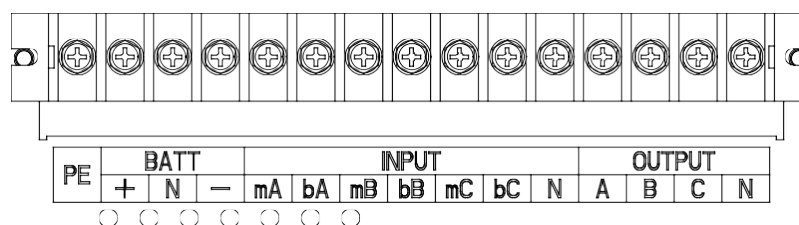

Рис. 3-11 Клеммы подключения для 10/15 кВА
Ввод кабелей шкафа ИБП может осуществляться сбоку или снизу. Ввод кабелей обеспечивается за счет фальш-панели, расположенной внизу устройства. Способ ввода кабелей показан на Рис. 3-11.
2. Откройте заднюю дверцу корпуса и снимите пластиковую крышку. Входная и выходная клеммы, клемма батареи и клемма защитного заземления показаны на Рис. 3-11 - 3.13.